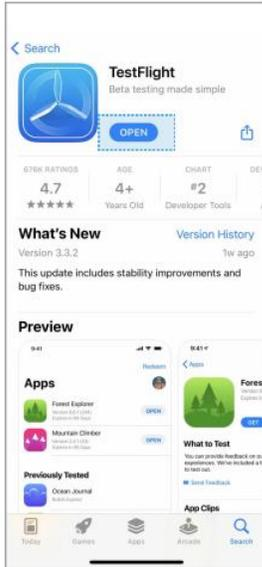

Figura 1
Para usuarios de Android, escanee el código QR en la Figura 1 para descargar la App SiBio CKM con su teléfono inteligente o descargue la App en Google Play.
- Escanee el código QR en la Figura 1 y luego siga los siguientes tres pasos para descargar la aplicación.